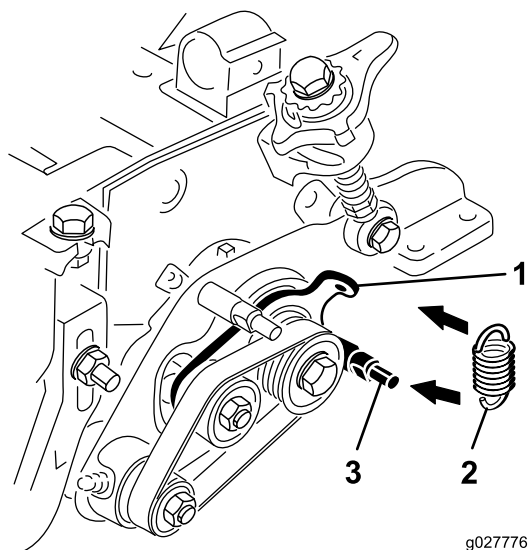

Figura 16
24. Instale la correa del acondicionador en las poleas (Figura 16).
25. Enganche el muelle tensor en el taladro de la pestaña de la placa tensora y alrededor de la ranura del espárrago inferior de la chapa del acondicionador (Figura 16).